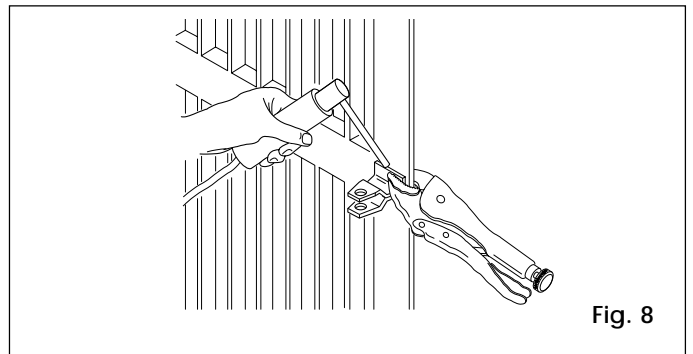

Fig. 8
- 11) Saldare definitivamente l'attacco anteriore sull'anta. Per effettuare tale operazione svincolare momentaneamente l'operatore dall'attacco per evitare che scorie di saldatura possano danneggiarlo (fig. 8).